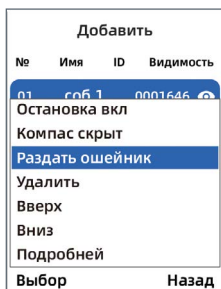

рис. 24
- выберите ошейник, информацией о котором необходимо поделиться с другой Базовой станцией, и нажмите кнопку **OK** (рис. 24);